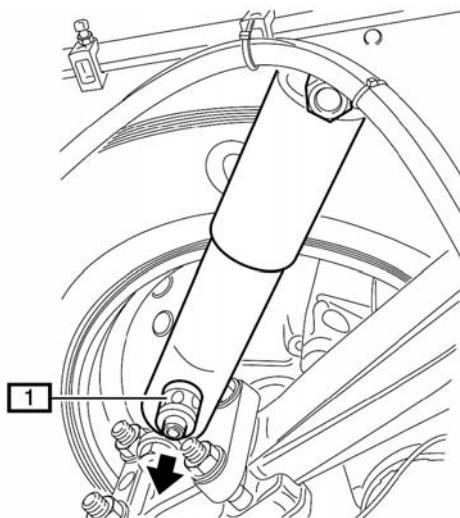

Fig. 9: 1 Anschlusssockel / Connection base / Socle de raccordement / Zócalo de conexión
- Fig. 9 Loosen and remove screw on upper shock absorber attachment.
- Fig. 9 Schraube der oberen Stoßdämpferbefestigung lösen und entfernen.
- Fig. 9 Desserer et enlever la vis de la fixation supérieure de l'amortisseur.
- Fig. 9 Soltar y retirar el tornillo de la sujeción superior del amortiguador.